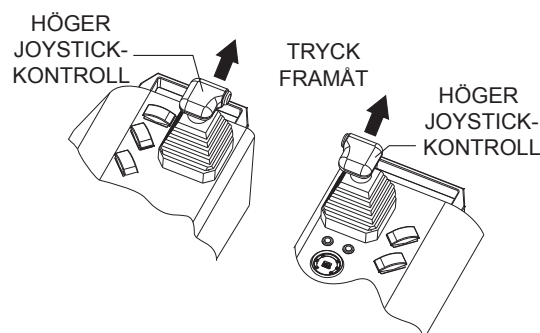

Bild 18. Joystick-kontroll riktning framåt
2. Tryck både vänster och höger joystick framåt (Bild 18).